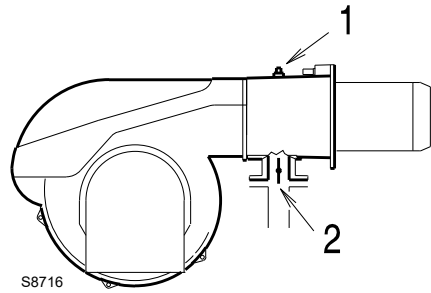

Abb. 24
Gasdruck, an der Entnahmestelle 1)(Abb. 24) gemessen mit:
Strömungsverlust Gasdrossel 2)(Abb. 24) bei maximaler Öffnung: 90°.
- Ziehen Sie vom Gasdruck am Anschluss 1)(Abb. 24) den in der Brennkammer vorhandenen Druck ab.
Um hingegen den an der Entnahmestelle 1)(Abb. 24) erforderlichen Gasdruck zu ermitteln, nachdem die maximale Modulationsleistung festgelegt wurde, bei der der Brenner arbeiten soll:
- rechts, in Spalte 1, den Druck an der Entnahmestelle 1)(Abb. 24) ablesen.
An der Entnahmestelle 1)(Abb. 24) erforderlicher Druck.